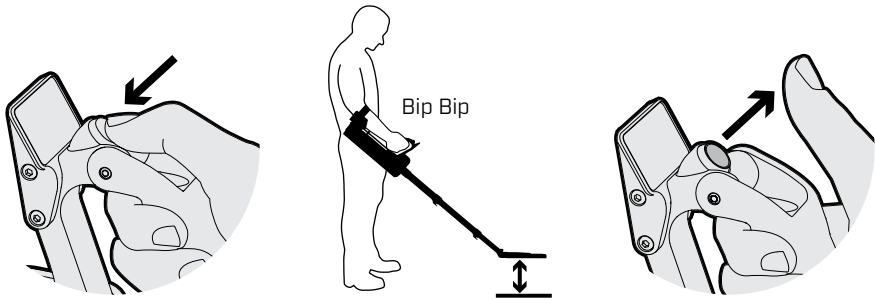

Figura 17: Procedimiento de balance de terreno
- Presione y sostenga el botón verde de balance de terreno. Baje lentamente la cabeza de búsqueda hasta colocarla directamente sobre el suelo y, posteriormente, eleve otra vez la cabeza de búsqueda 15 cm. Vea la Figura 17.